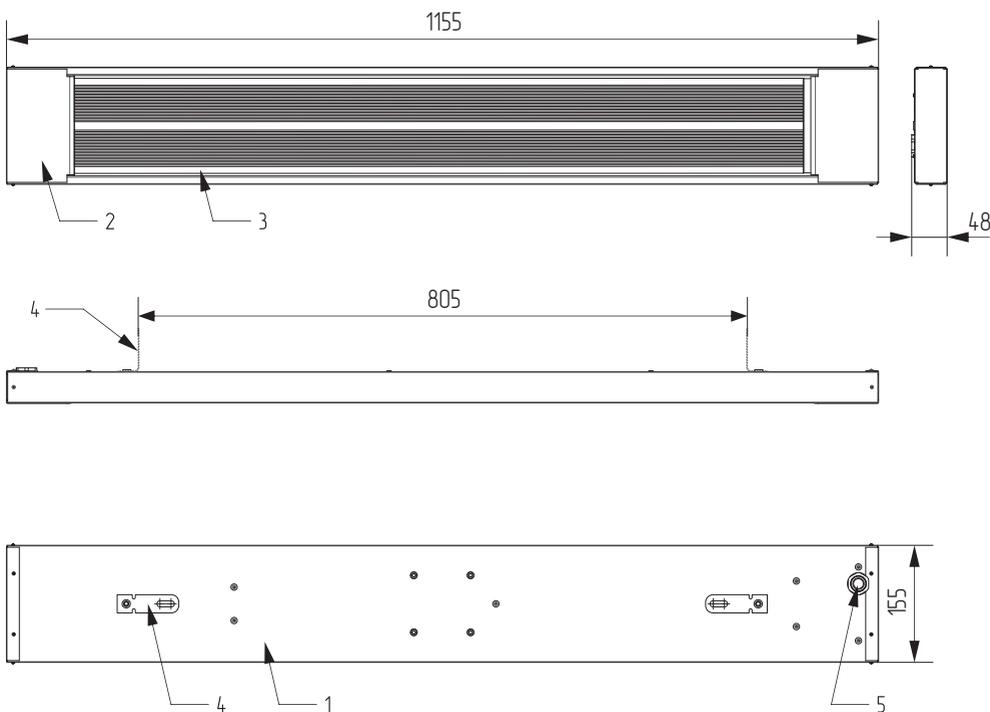

Рисунок 1. Габаритный чертёж и элементы конструкции инфракрасного обогревателя М-800MI-34.
5.1. Обогреватель (см. рис. 1, 2) представляет собой металлический корпус, состоящий из кожуха (1), боковых крышек (2) и нагревательного элемента (3). На задней поверхности корпуса расположены петли подвеса (4) для монтажа обогревателя к потолку.